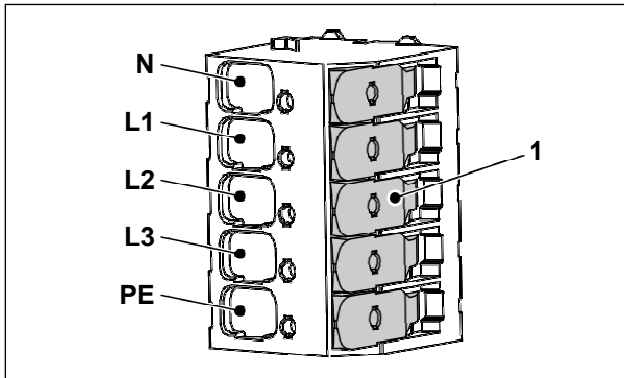

Fig. 5 Bornes de conexión de la alimentación de tensión
- Conectar los diferentes hilos del cable de alimentación según la identificación (fig. 5). Si la tensión de alimentación es monofásica, la fase debe conectarse a L1. Los bornes L2 y L3 no se utilizan con alimentación monofásica.
Se trata de una regleta de bornes sin herramientas. Al retirar la palanca de activación correspondiente (fig. 5/1), el borne de conexión se abre y se puede insertar el hilo en cuestión. Al volver a cerrar la palanca de activación correspondiente, el hilo queda aprisionado.